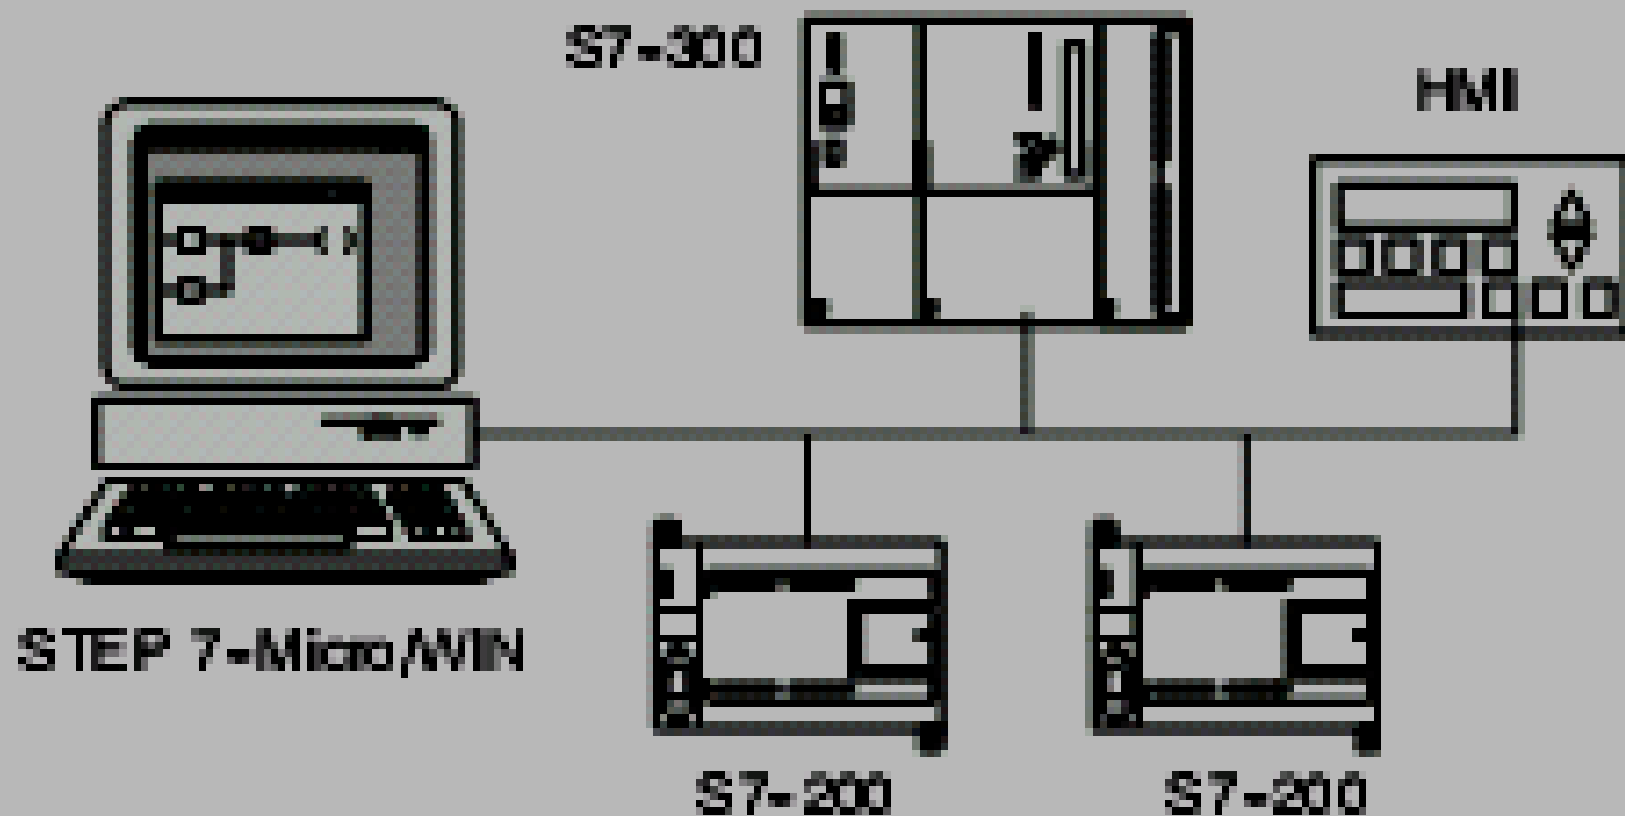

图7-15 波特率可以达到187.5k
- 在图7-15所示的网络实例中，**S7--200**用**XGET**和**XPUT**指令与**S7--200CPU**通讯。如果**S7--200**处于主站模式，那么**S7--300**将无法与之通讯。